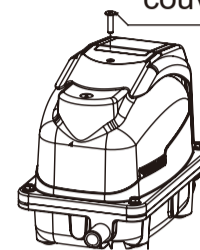

Figure 1
- ① Débranchez la fiche de la prise électrique avant d'effectuer le travail.
- ② Retirez la vis de fixation du couvercle du boîtier. (Figure 1)